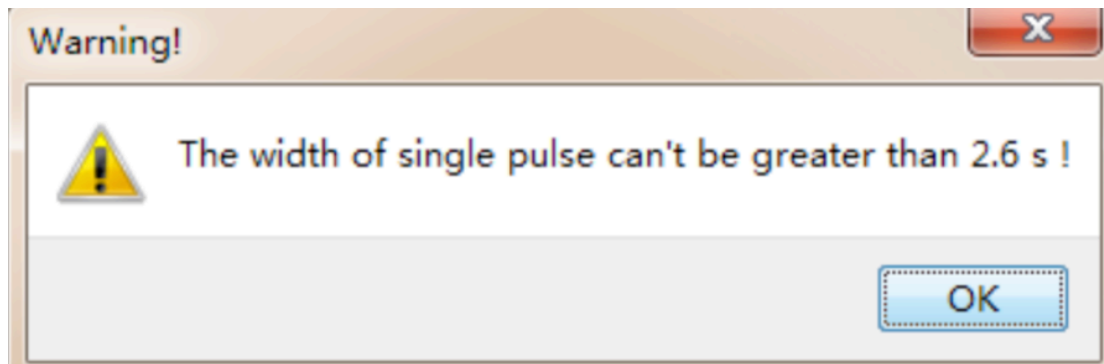

图 4.6 定义方波宽度大于 2.6 s 提示
2) 如图 4.6, 当用户定义的方波序列中单个脉冲宽度大于 2.6 s 时, 软件会弹出提示对话框。